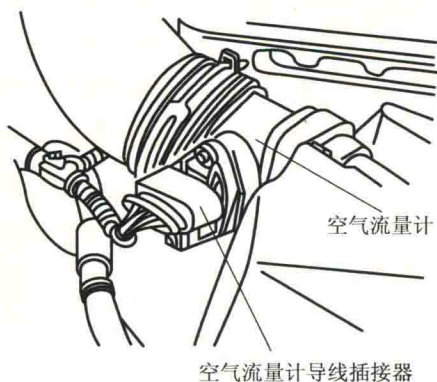
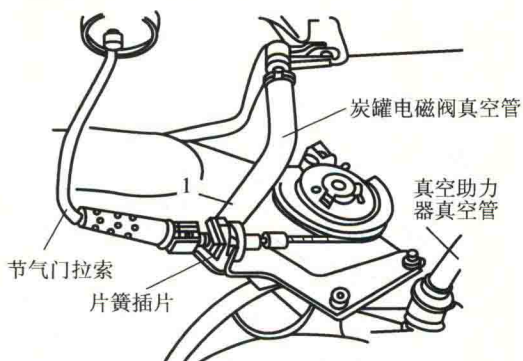

图 1-1-6 拆下空气流量计
图 1-1-7 拆下节气门操纵拉索
(1) 拔下通往炭罐电磁阀和真空助力器的真空软管。
(2) 拆下空气滤清器至节气门体之间的进气软管。
(3) 拔下空气流量计导线插接器，并拆下空气流量计（图 1-1-6）。
(4) 取下空气滤清器侧的装饰罩和空气滤清器盖，并取下空气滤清器滤芯。
(5) 拆下进气歧管罩的固定螺栓，取下进气歧管罩。
(6) 拆下曲轴箱通风软管。
(7) 拆下节气门操纵拉索（图 1-1-7）及其支架。